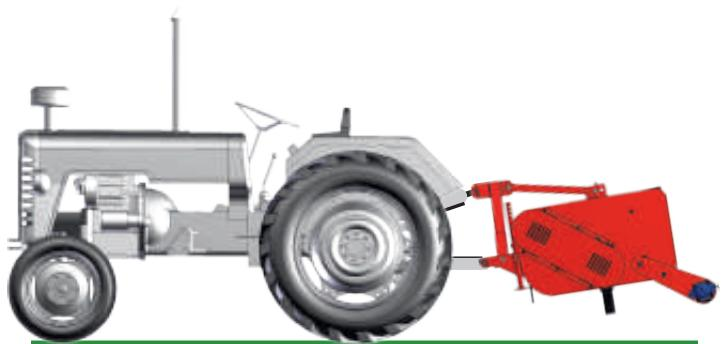

FIGURA No. 6
- Afloje los tornillos que aseguran el conjunto del rodillo de nivelación, retire los tornillos, ubique las platinas de soporte del rodillo enfrentada con los orificios ubicados en las paredes laterales de la estructura, los dos orificios inferiores son los puntos de pivote del rodillo, los tres orificios superiores son los encargados de dar las diferentes posiciones del rodillo, ubique el punto deseado para dar la altura de trabajo, coloque los tornillos en los mismos puntos de ambos lados de la desbrozadora y ajústelos (**Figura No. 6**).